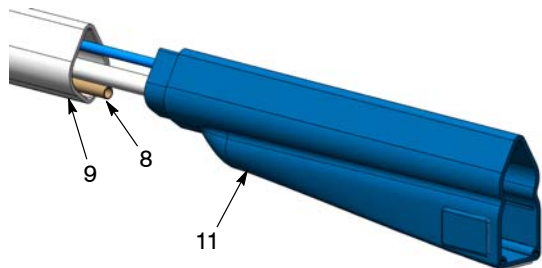
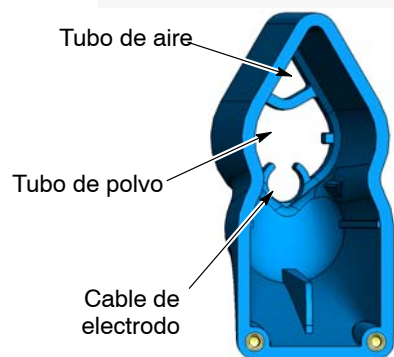

Figura 40 Extracción del alojamiento del tubo de cuerpo
Figura 41 Enrutamiento del cable de aire, polvo y electrodo a lo largo del alojamiento
4. Ver la figura 40. Retirar el alojamiento (11) del tubo de cuerpo (9) para dejar a la vista la guía del cable (8).
5. Ver la figura 41. Encaminar el nuevo cable de electrodo a través del alojamiento según lo indicado, mientras se introduce el multiplicador al alojamiento hasta que quede, desde el dissipador de calor hasta el final del alojamiento, una separación aproximada de 1 pulgada.
6. Ver la figura 40. Introducir el extremo del cable en la guía del cable (8) e introducirlo mientras enruta el tubo de polvo y el tubo de aire a lo largo del alojamiento como se muestra en la figura 41.